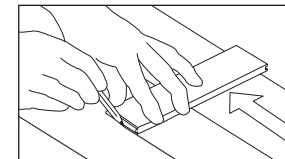

Figura 13
- Si la pared no está recta, marque el primer tablero (Figura 13) según sea necesario para conservar la alineación con el cordel entizado. Instale un tablero provisional (con un borde recto) utilizando los sujetadores adecuados para el contrapiso. Si se utiliza un tablero para la hilera inicial, cerciórese de que la ranura esté orientada hacia la pared.
- Alinee la primera hilera con la pared utilizando cuñas para mantener una expansión de 1/2" (13 mm) en su lugar y para estabilizar el producto. Si la pared no está recta, marque el primer tablero (Figura 13) según sea necesario para conservar la alineación con el cordel entizado.